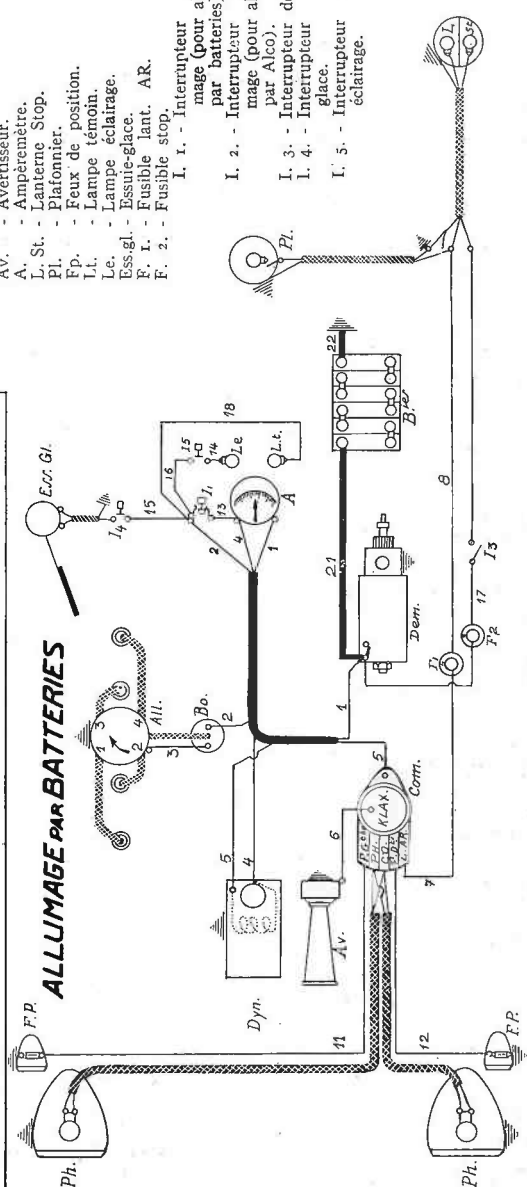

Fig. 31. — Schéma de l'installation électrique.
- Le schéma de branchement de ces divers appareils est représenté sur la planche page 47 (fig. 31).